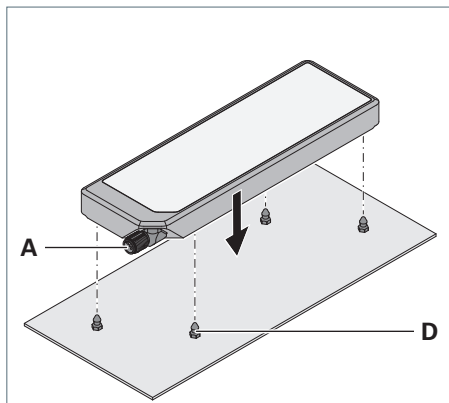
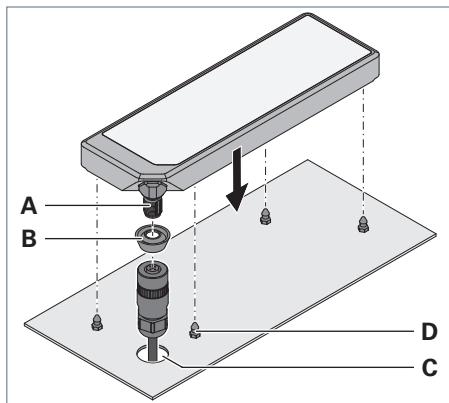

Fig. 1: APA – Collegamento a spina sul lato anteriore della parete della macchina.
Fig. 2: APA – Collegamento a spina sul retro.
- Collegamento a spina sul lato anteriore della parete della macchina, vedi Fig. 1
- Collegamento a spina sul retro, vedi Fig. 2
- **Solo** in caso di collegamento a spina sul retro: è stato eseguito il foro **C** $\varnothing$ 21 mm per la spina, vedi Fig. 2.
- Applicare un frenafili adatto ai nippli a vite **D** forniti, vedi Fig. 1 e vedi Fig. 2.
- Avvitare i nippli a vite **D** nei fori preparati nella parete della macchina, vedi Fig. 1 e vedi Fig. 2.
- **Solo** in caso di collegamento a spina sul retro (posizione 3.2): posizionare l'anello di tenuta **B** fornito sopra la spina, vedi Fig. 2.
- Spingere l'apparecchio d'illuminazione sui nippli, fino a quando non si innesta in modo udibile, vedi Fig. 1 e vedi Fig. 2.